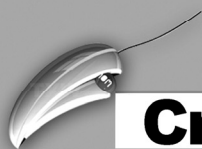

图 1-8 “搜索工具”对话框
- （搜索）按钮：单击此按钮，打开图 1-8 所示的“搜索工具”对话框，在模型中按规则搜索、过滤和选择项目。